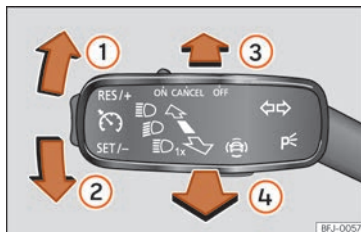

Fig. 91 Levier des clignotants et des feux de route.
- À partir de la position de base, appuyez en avant sur le levier des clignotants et de feux de route »» **fig. 91** . L'activation du témoin  indique que l'assistant des feux de route est activé.
- **OU** : avec les feux de route activés, tirez vers l'arrière le levier des clignotants et des feux de route »» **fig. 91** .